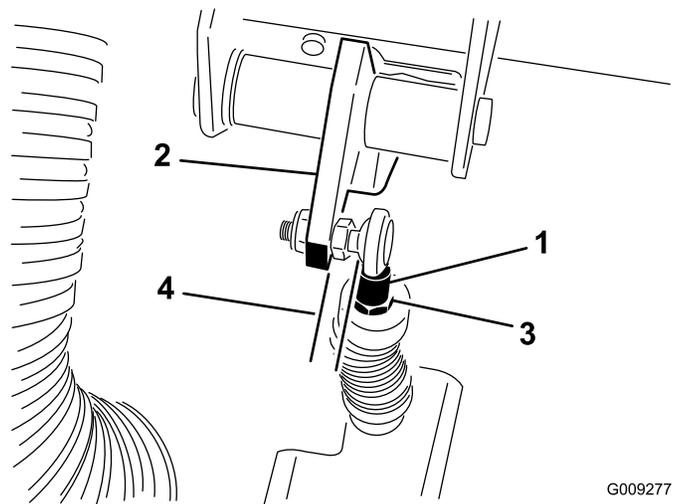

Figura 72
**Importante:** Asegúrese de que la rótula de la varilla está situada correctamente en la bola, sin estar torcida, y que permanece paralela al pedal del embrague después de apretar la contratuerca (Figura 72).